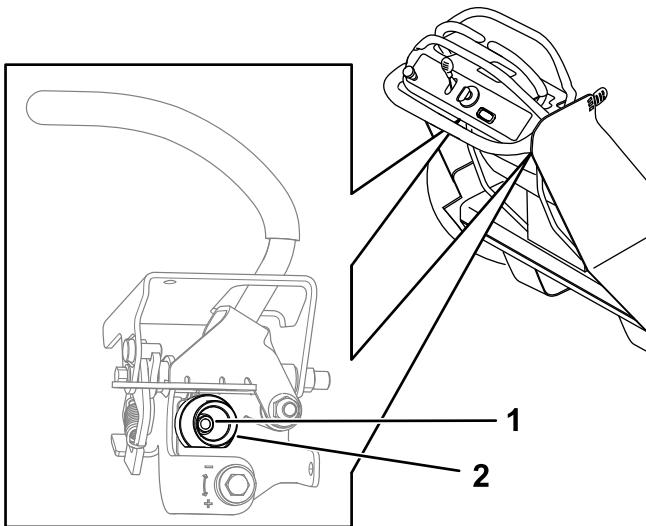

Рисунок 60
5. Ослабьте гайку крепления кулачка того рычага управления движением, который вы регулируете в данный момент (Рисунок 60).
6. Отрегулируйте кулачок так, чтобы его рычаг был совмещен с другим рычагом управления движением, и затяните гайку кулачка (Рисунок 60).